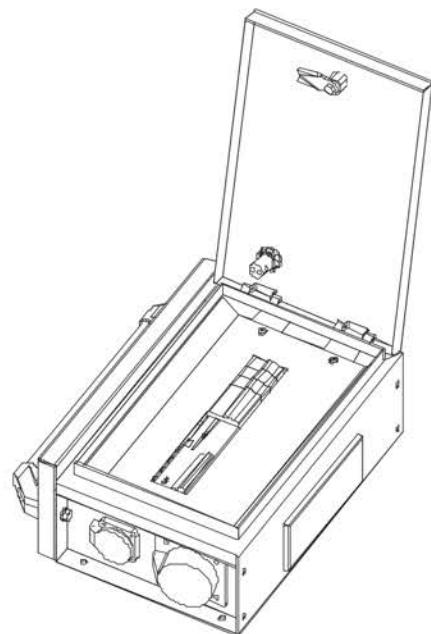

Рисунок 8
2.9 Поднести к крыше ручку щитка и ввернуть болты в гайки M8, предварительно установленные в ручку (смотри 2.8, рисунок 8).